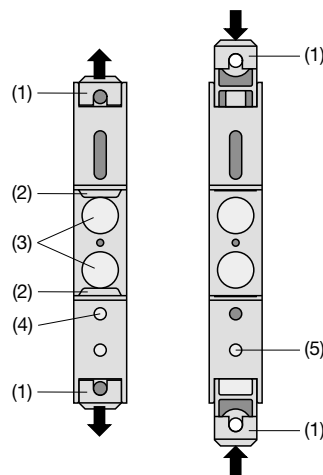
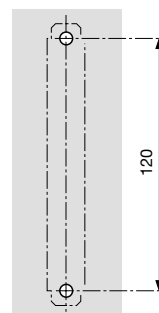

Fig. 5. Fond de l'appareil.
Fig. 6. Plan de perçage.
Tirer en dehors les languettes de fixation (1) en enfonçant en même temps de bouton de verrouillage (4) (voir Fig. 6 à gauche). Pour rentrer si nécessaire les languettes de fixation, il faut enfoncer le bouton de verrouillage (5) et en même temps glisser les languettes de fixation (1) dans la base du boîtier (voir Fig. 5 à droite).
Fixer le boîtier à l'aide de 2 vis 4 mm Ø sur la paroi ou sur le tableau de montage. Perçer des trous selon le plan de perçage (Fig. 6).